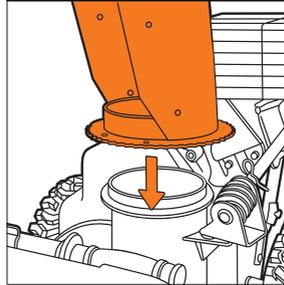

Рис. 11
- Установите желоб на отверстие выброса снега (для S 8565) (Рис. 11).